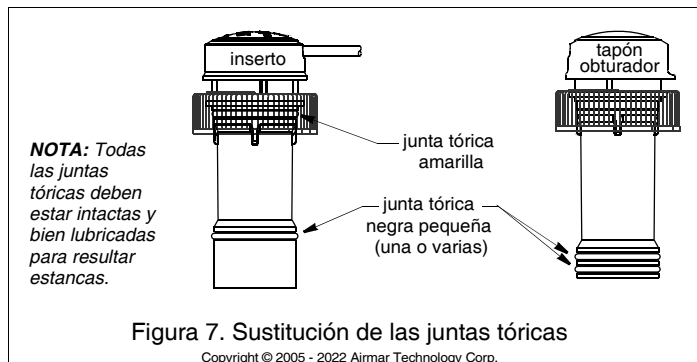

Figura 7. Sustitución de las juntas tóricas
1. *Todas las juntas tóricas deben estar intactas y bien lubricadas para resultar estancas.* En el tapón obturador, revise las juntas tóricas (cámbielas según sea necesario) y lubríquelas con el lubricante de silicona que se incluye o con vaselina (figura 7).
Todas las juntas tóricas deben estar intactas y bien lubricadas para resultar estancas. Instale las juntas tóricas en el inserto y el obturador como se muestra (Figura 7).